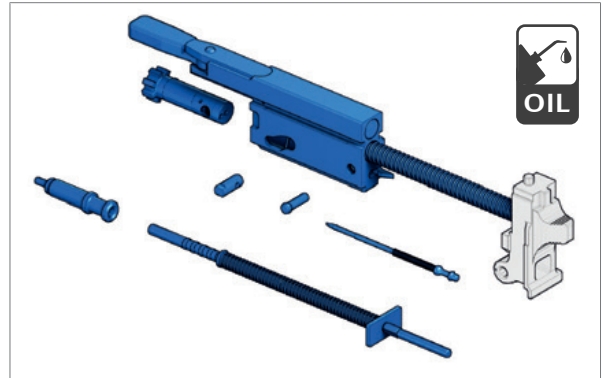

Abb. 117: Schmierstellen der Funktions-
2. Schmierstellen des Verschlusses, Schließfeder, Antriebsstange und Gas Kolben einölen (Abb. 117).